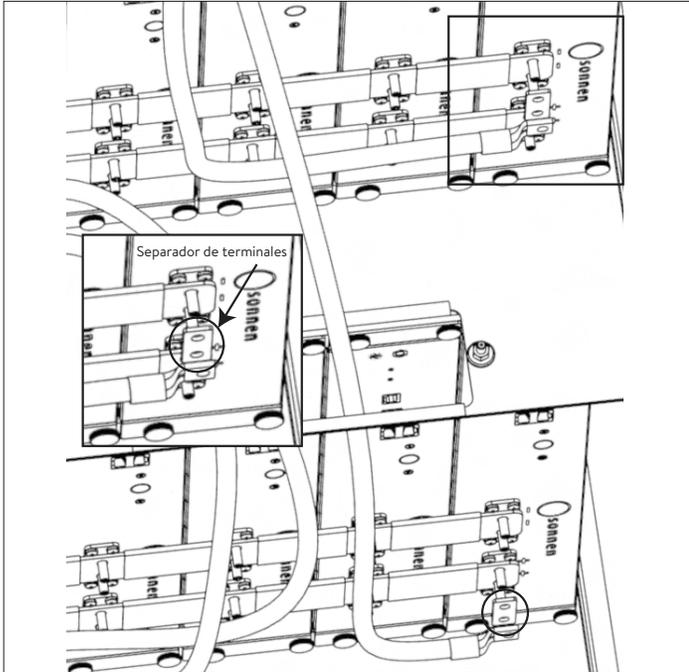

Fig. 59 Conexión de los cables de alimentación directos
- ▶ Conecte el cable de alimentación positivo del disyuntor de corriente continua al último terminal rojo dentro de la base (etiquetado con tres orificios arriba de la conexión en la Fig. 59.)
dos orificios arriba de la conexión en la Fig. 59.)
- ▶ Conecte el cable de alimentación del terminal positivo de la batería en el módulo de baterías 4 al otro terminal positivo (etiquetado con un agujero arriba de la conexión en la Fig. 59.)